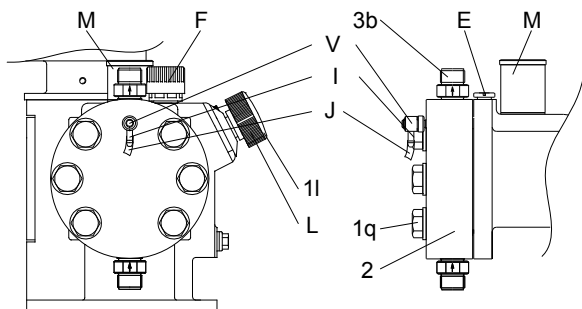

Рис. 27 Запуск насосов DMH 281-288
1. Ослабьте и снимите резьбовую крышку маслоналивного отверстия (F) (рис. 27).
2. Медленно доливайте прилагаемое к насосу гидравлическое масло через маслоналивное отверстие (F) до тех пор, пока уровень масла не достигнет метки на щупе.
3. Установите ручку регулировки длины хода (L) на «0».